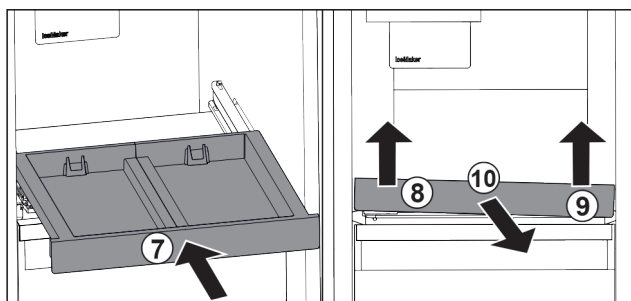

Fig. 106
- ▶ Skyv inn uttreksplaten. Fig. 106 (7)
- ▶ Løft opp uttreksplaten på venstre side foran. Fig. 106 (8)
- ▶ Løft opp uttreksplaten på høyre side foran. Fig. 106 (9)
- ▶ Ta ut uttreksplaten forover. Fig. 106 (10)